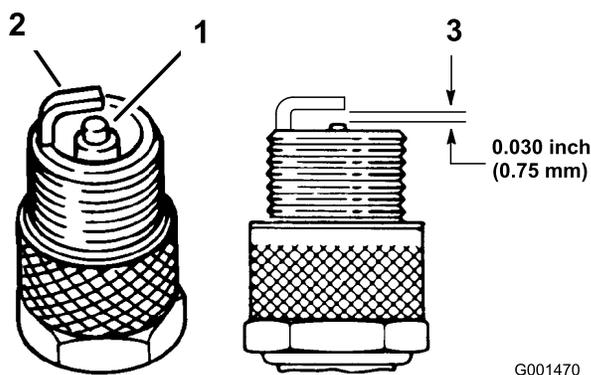

Figura 36
3. Compruebe el estado del electrodo lateral, el electrodo central y el aislamiento del electrodo central para verificar que no están dañados (Figura 36).
4. Ajuste el hueco entre los electrodos central y lateral a 0,762 mm (Figura 36). Tras ajustar correctamente los electrodos, coloque la bujía y apriétela a 20 Nm.